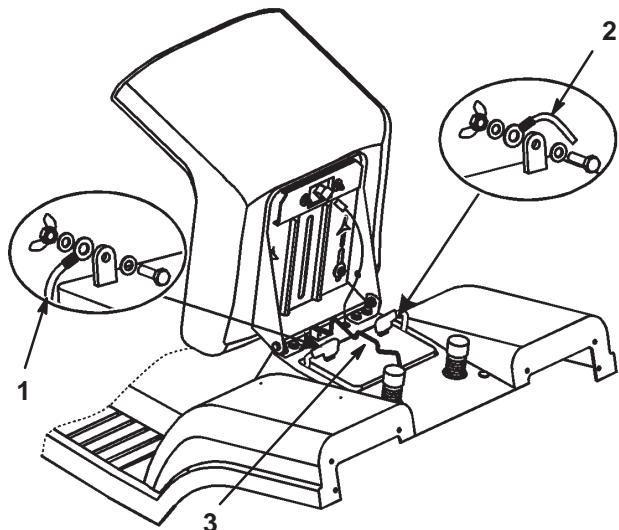

Bild 27
3. Nehmen Sie die Gummiaabdeckung vom Minuskabel (schwarz) ab. Klemmen Sie das Minuskabel (schwarz) vom Batteriepol ab (Bild 27).
4. Nehmen Sie die Gummiabdeckung vom Pluskabel (rot) ab. Klemmen Sie das (rote) Pluskabel vom Batteriepol ab (Bild 27).
5. Entfernen Sie die Batteriebefestigungsstange (Bild 27).
1. Setzen Sie die Batterie in das Chassis ein. Die Pluspole sollten zur Vorderseite des Traktors zeigen (Bild 27).
2. Sichern Sie die Batterie mit den Klemmstangen am Chassis ab (Fig. 27).
3. Schließen Sie das Pluskabel (rot) mit der Schraube und Flügelmutter am (+) Pluspol an (Bild 27). Schieben Sie die Gummiabdeckung über den Batteriepol.
4. Schließen Sie das (schwarze) Minuskabel mit der Schraube und Flügelmutter am (-) Minuspol an (Bild 27). Schieben Sie die Gummiabdeckung über den Batteriepol.